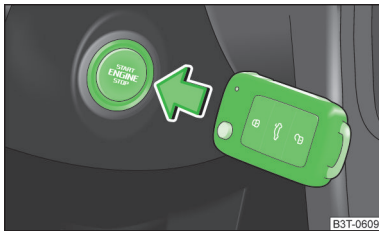

Abb. 124
- Den Starterknopf » Abb. 124 drücken und danach den Schlüssel an den Starterknopf halten.
Beim Motornotstart muss der Schlüssel mit dem Schlüsselbart zum Starterknopf zeigen » Abb. 124.